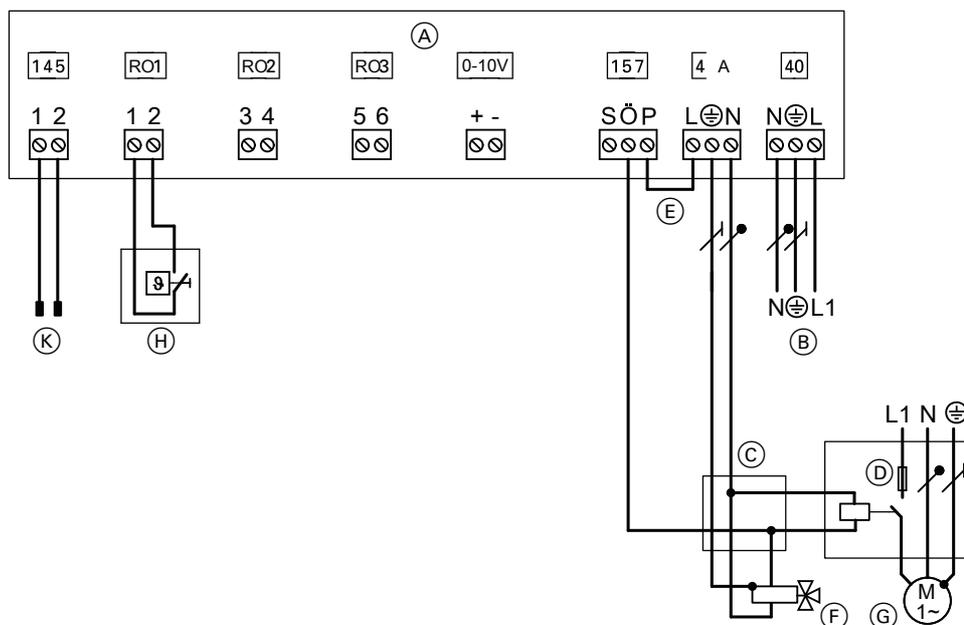

Fig. 40
- Racordurile la extensia EA1 se vor realiza **numai** conform fig. 40.